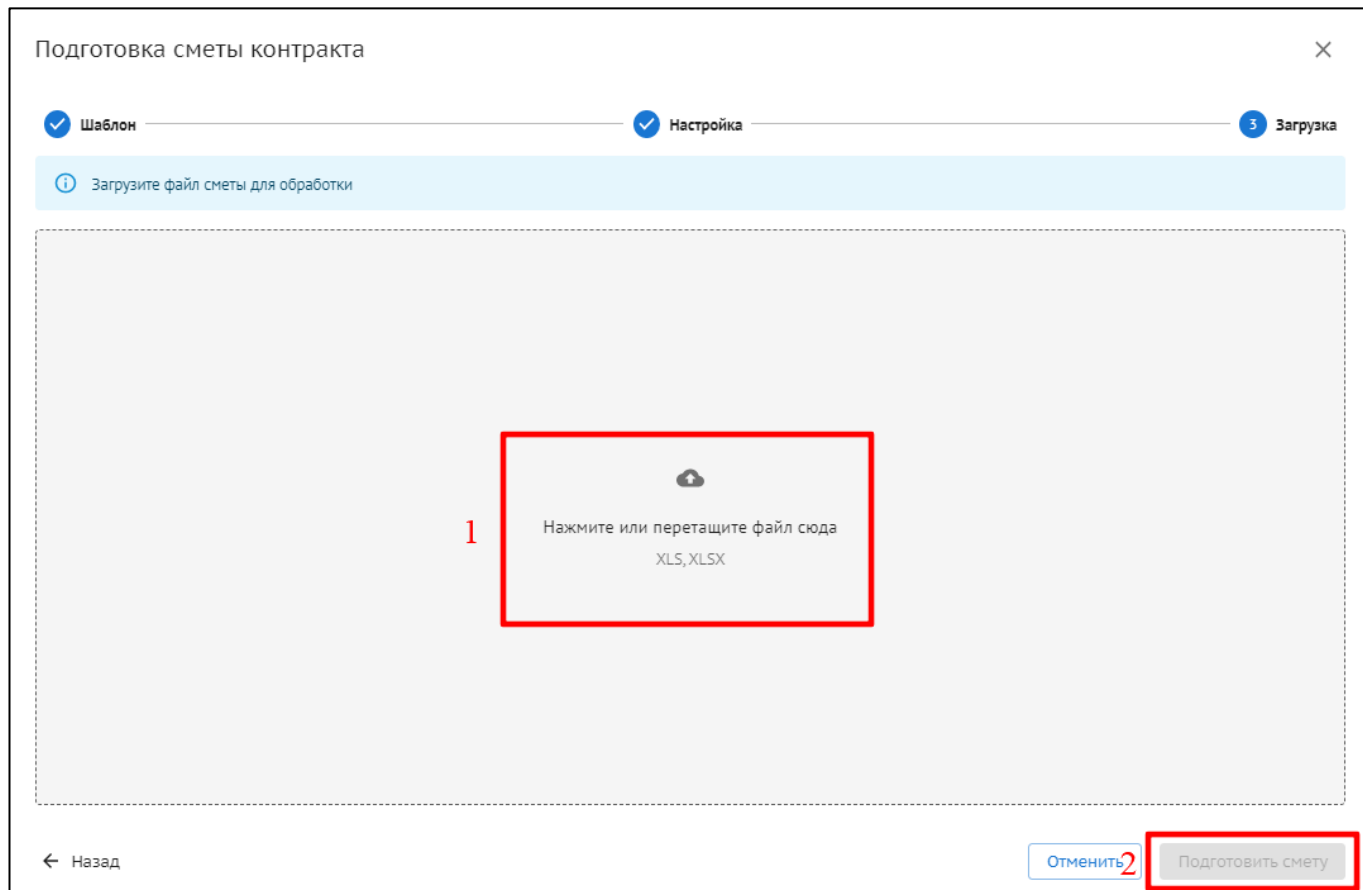

Рис. 8 – Загрузить файл для автозаполнения
- Перетащите файл сметы в формате .xls (.xlsx) в область загрузки (1);
- Нажмите «Подготовить смету» (2) (рис. 8).